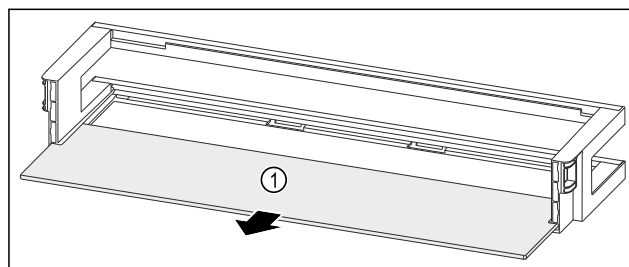

Fig. 222 Dvevní přihrádka s odkládací plochou
- Odkládací plochu Fig. 222 (1) odeberte.